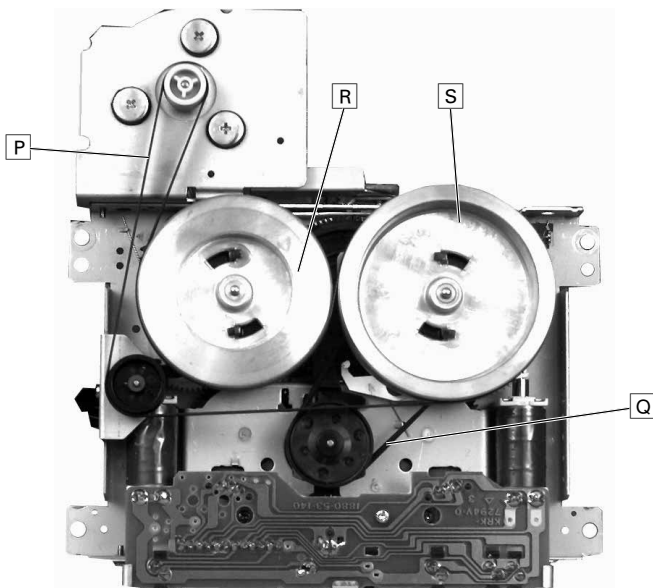

Fig. 15
- Riemen **P** und **Q** abnehmen (Fig. 15).
- Remove the belts **P** and **Q** (Fig. 15).